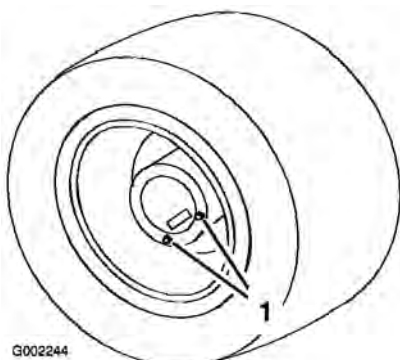

Figura 47
1. Coloque el pulverizador sobre una superficie nivelada con las ruedas traseras posicionadas para el drenaje, según muestra Figura 47.
3. Coloque un recipiente debajo de los tapones de vaciado y retire éstos de la rueda (Figura 47).